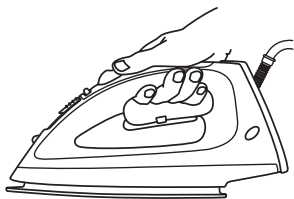
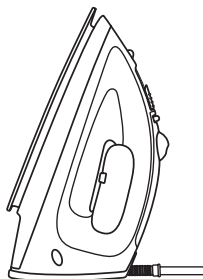

FIGURE 5
FIGURE 6
REMARQUE : Lorsque le fer est branché, il doit être d'abord posé en position horizontale et votre main doit être en contact avec la poignée (voir la figure 5). Le fer peut ensuite être posé en position verticale (voir la figure 6) et vous pouvez régler la température. Si le fer n'est pas tout d'abord posé en position horizontale, il ne chauffera pas. Il s'agit d'un dispositif de sécurité supplémentaire.
5. Inclinez le fer à l'horizontale pour l'allumer (reportez-vous à la figure 5). Remettez-le ensuite en position verticale pour qu'il chauffe (reportez-vous à la figure 6).
6. Inclinez le fer à l'horizontale pour l'allumer (figure 5). Remettez-le ensuite en position verticale pour qu'il chauffe (figure 6).